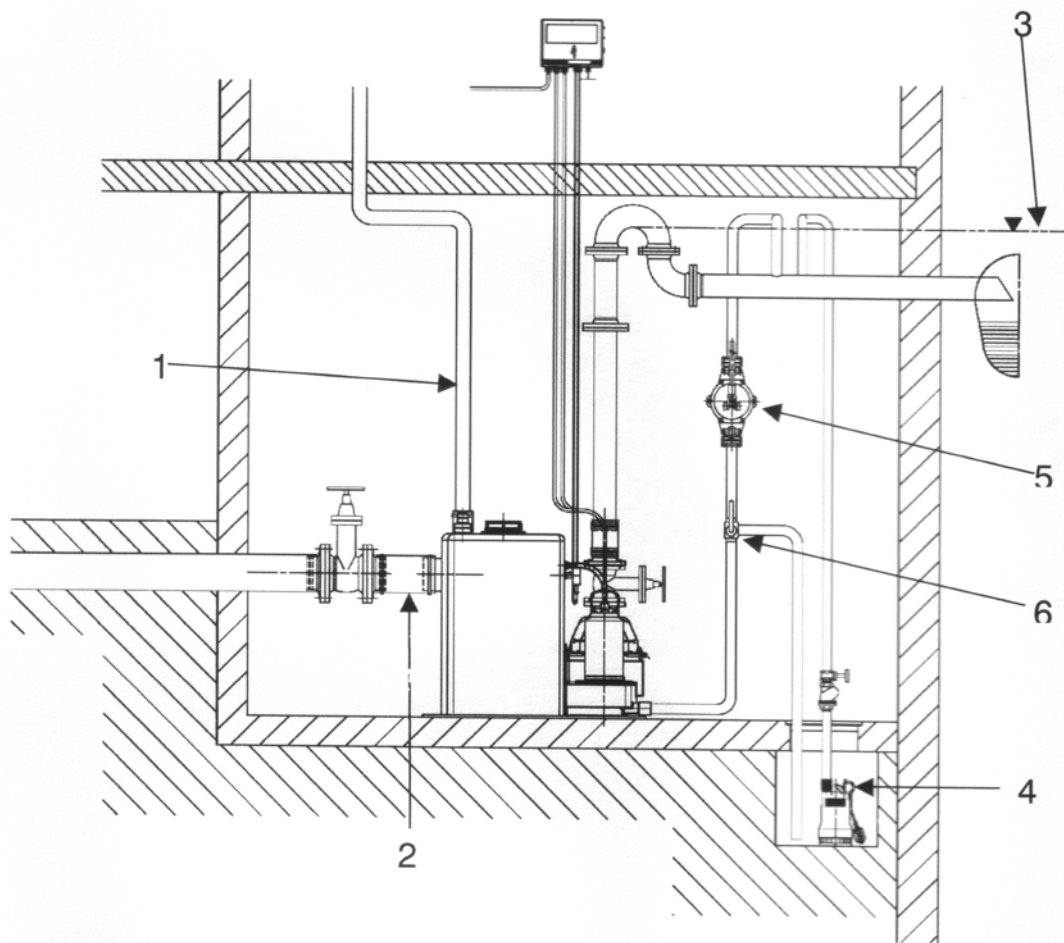

Рис. 5: Пример монтажа:
- На подводящем трубопроводе перед резервуаром, а также за обратным клапаном напорного трубопровода, согласно стандарту EN 12056-4 необходимо установить запорную задвижку (рис. 5).
Для защиты от возможного обратного течения жидкости из самотечной сети, напорному трубопроводу необходимо придать форму «петли», нижняя кромка которой должна быть выше уровня обратного подпора (уровня земли) (ср. также рис. 5).
- Трехходовой кран (Поз. 6, принадлежность) обеспечивает переключение на работу ручным мембранным насосом, как из резервуара, так и приямка (рис. 5)